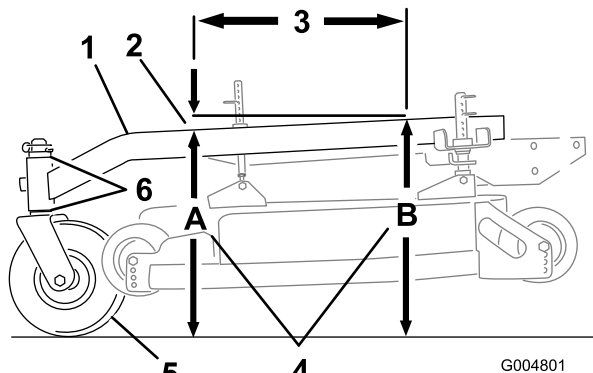

Figura 54
El bastidor de tiro debe tener una inclinación longitudinal de entre 3 mm y 9 mm a lo largo de 61 cm (Figura 54).
1. Mida 61 cm en el bastidor de tiro (Figura 54).
2. Mida la altura del bastidor de tiro en la posición **A** (Figura 54).
3. Mida la altura del bastidor de tiro en la posición **B** (Figura 54).
4. La altura en la posición **A** debe ser de 6-10 mm menor que la de la posición **B** (Figura 54).
5. Si la inclinación del bastidor de tiro no es la correcta, mueva los espaciadores de las ruedas giratorias para obtener una inclinación de 6-10 mm (Figura 54). Mueva espaciadores desde arriba o desde abajo para obtener la inclinación correcta.